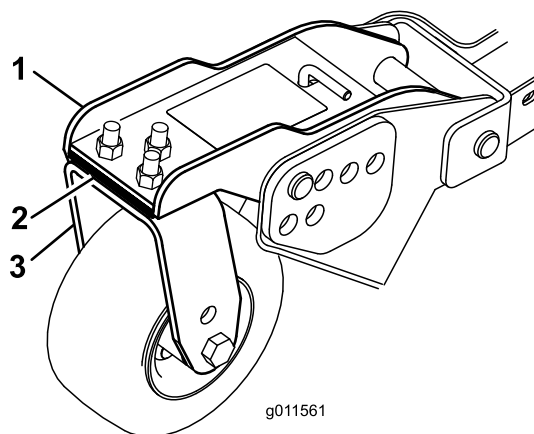

Bild 32
Drehen Sie das Messer jeder Spindel, bis die Enden nach vorne und hinten zeigen. Messen Sie die Entfernung vom Boden bis zur vorderen Spitze der Schnittkante. Stellen Sie die 3-mm-Beilagscheiben an den vorderen Laufradarmen auf die entsprechende Schnitthöhe auf dem Aufkleber ein (Bild 32). Weitere Informationen zur äußeren Spindel finden Sie unter Einstellen der Mähwerkneigung \(Seite 78\).
3. Wenn die innere Schnittkante des Seitenmähwerks im Verhältnis zur äußeren Kante des Frontmähwerks zu hoch ist, entfernen Sie eine Beilagscheibe (3 mm) von der Unterseite des vorderen inneren Laufradarms am Seitenmähwerk (Bild 32).